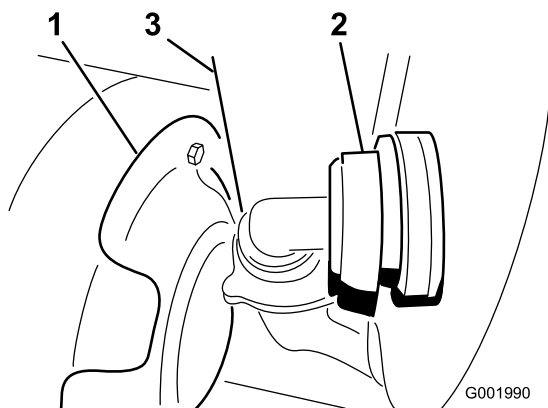

Figura 58
3. Retire a tubagem localizada em baixo na parte da frente do depósito (Figura 58).
Nota: Pode ser necessário fazer recuar a protecção contra o calor (Figura 58) quando retirar a tampa.
7. Ligue a tubagem na parte da frente do depósito (Figura 58).